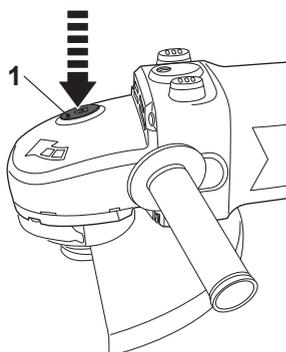
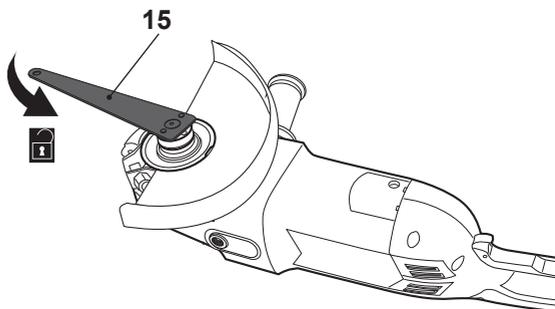

Fig. 11
Fig. 12
> Pressione o botão de bloqueio do veio (1) e gire o veio até que este ficar bloqueado (Fig. 11). > Mantenha o botão de bloqueio do veio (1) pressionado e desaperte o flange de aperto (10) para a esquerda com a chave (15) (Fig. 12).
Pressione o botão de bloqueio do veio (1) e aperte o flange de aperto (10) para a direita com a chave (15) (Fig. 11 e 12).